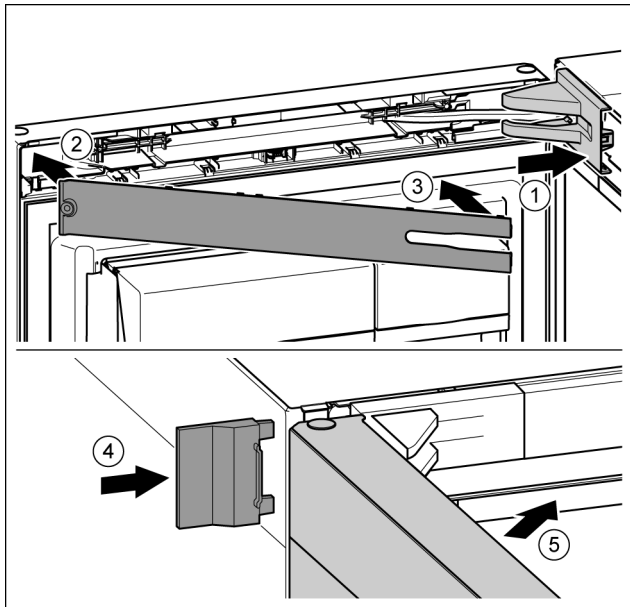

Fig. 26
- ▶ 放上并插入托架盖，如有必要小心地按压分开。 Fig. 26 (1)
- ▶ 盖上隔板。 Fig. 26 (2)
- ▶ 转入隔板并卡入到位。 Fig. 26 (3)
- ▶ 插入外盖。 Fig. 26 (4)
- ▶ 关闭冰箱上方门。 Fig. 26 (5)